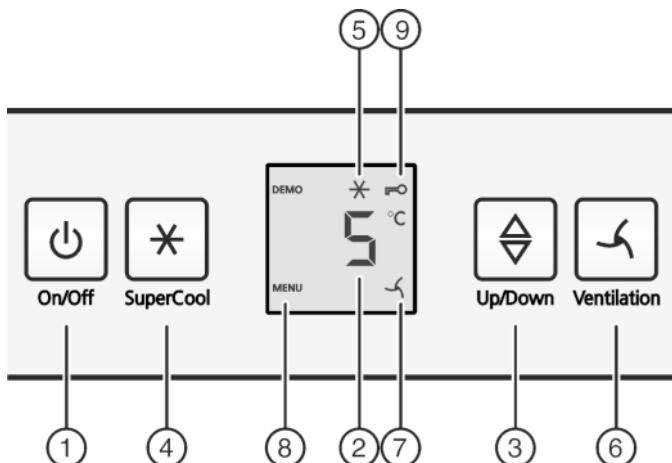

Fig. 3
- Нажать кнопку On/Off Fig. 3 (1).
- Нажмите кнопку «SuperCool» Fig. 3 (4) и удерживайте ее прим. 5 секунд.
- На индикаторе будет отображаться символ «Меню» Fig. 3 (8).
- Для подтверждения нажать и отпустить кнопку «SuperCool» Fig. 3 (4).
- На индикаторе горит символ «Защита от детей» Fig. 3 (9).
- Нажать и отпустить кнопку «On/Off» Fig. 3 (1).
- ▶ Активация модуля регулировки температуры: нажмите кнопку настройки Fig. 3 (3).
- ▶ Температуру меняйте ступенями по 1 °C: нажмайте кнопку настройки Fig. 3 (3) до тех пор, пока на индикаторе температуры не будет высвеченa требуемая температура.
- ▶ Коротко нажмите кнопку SuperCool Fig. 3 (4).
- ▶ На индикации горит символ SuperCool Fig. 3 (5).
- ▶ Символ SuperCool Fig. 3 (5) на индикации гаснет.
- ▶ Коротко нажмите кнопку "Вентиляция" Fig. 3 (6).
- ▶ Символ Вентиляция Fig. 3 (7) горит.
- ▶ Символ Вентиляция Fig. 3 (7) не горит.